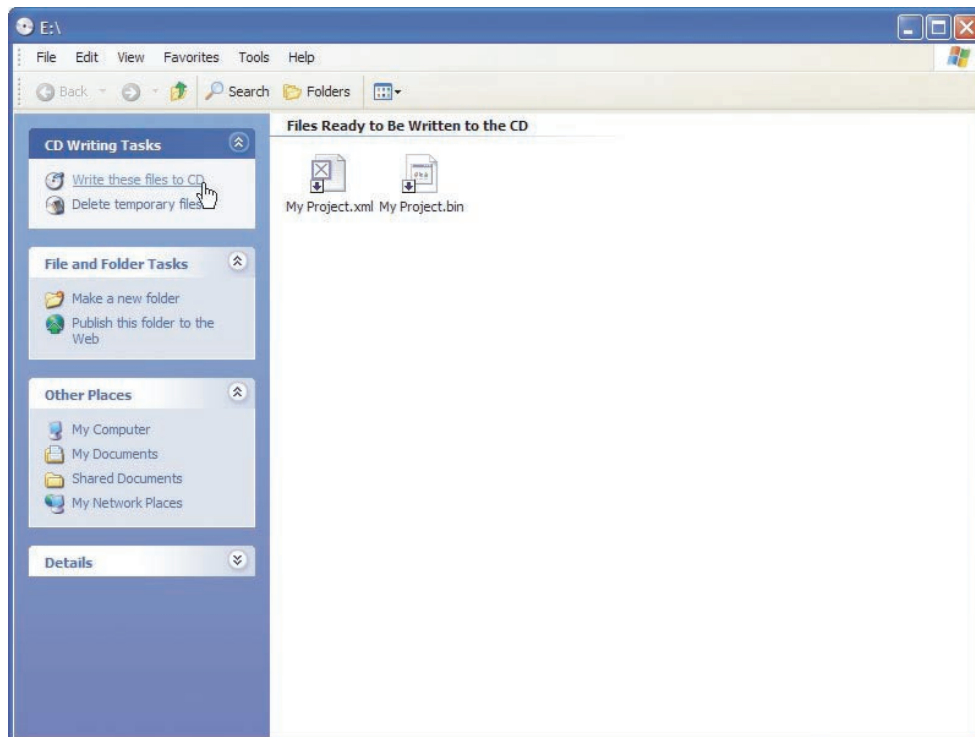

Figure 4.5. Project files are ready to be burned.
4. 先ほど最小化してタスクバーに収納されている空のフォルダーをクリックして再表示させます。画面の空白部分で、右クリックしてメニューを表示させ、<貼り付け>を選択します。以上の作業を繰り返し、このフォルダーに書き込みたいプロジェクトファイルを貼り付けることで、最終的には図 4-5 に示すように、ショートカットアイコンが並びます。